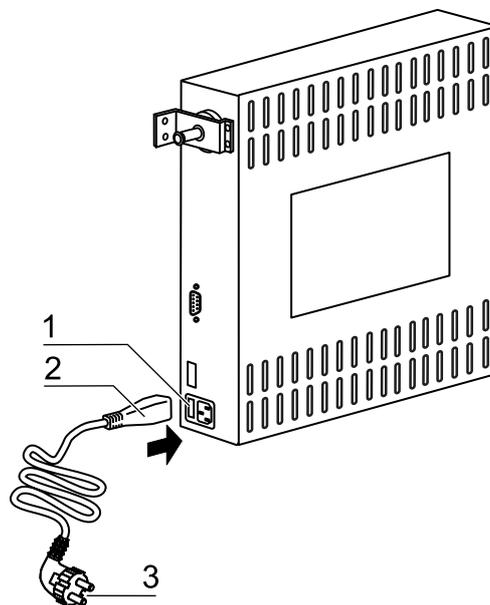

Abb. 15
1. Überprüfen Sie vor dem Anschluss an das Netz, ob die Spannungswerte der Steckdose mit den Angaben auf dem Typenschild an der Frontseite des Gerätes übereinstimmen. Stimmen die Angaben für Spannung (V) und maximalen Strom (A) nicht überein, darf das Gerät nicht angeschlossen werden.
2. **Abb. 15:** Den Kaltgerätestecker [2] in die Steckdose [1] am Schaltkasten des Gerätes stecken.